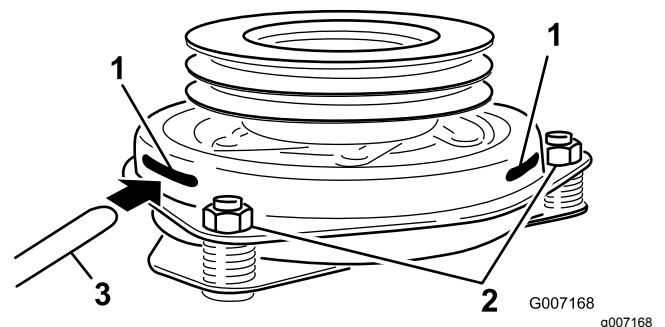

Figure 79
9. Insérez une jauge d'épaisseur de 0,4 à 0,5 mm dans une fente d'inspection sur le côté de l'ensemble (Figure 79).
10. Serrez les contre-écrous jusqu'à ce la jauge d'épaisseur fléchisse légèrement mais puisse bouger facilement dans l'entrefer (Figure 79).